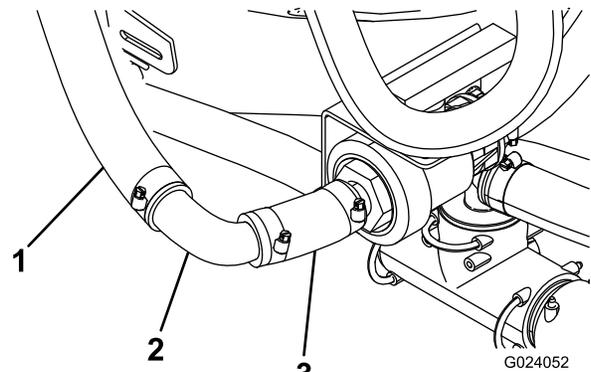

Bild 22
1. Messen Sie 7,5 cm vom Ende des Rührwerkschlauches und schneiden ihn dort ab (Bild 22).
3. Schneiden Sie überschüssigen Schlauch vom Rührwerkschlauch ab und schließen ihn mit einer Schlauchklemme am 90°-Anschlussstück an (Bild 22).